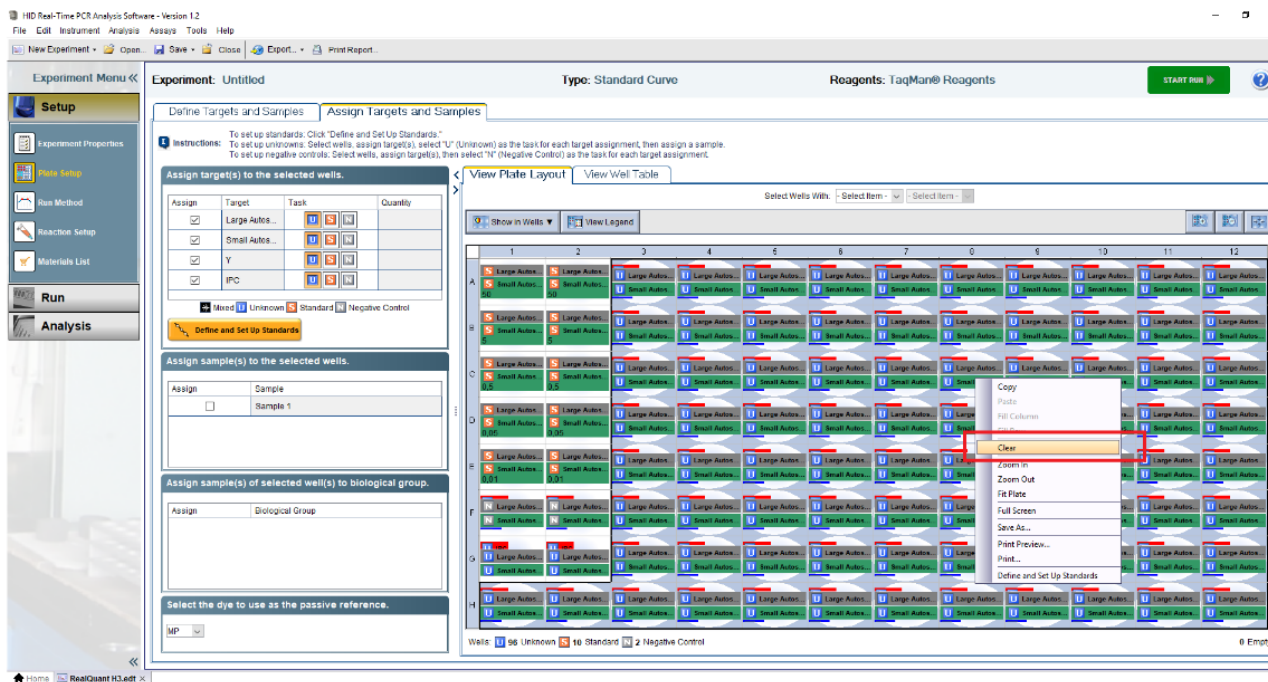

Рисунок 36
8. Очистить лунки без исследуемых образцов, выделив их и, нажав правую кнопку мыши, выбрать «Clear» (рисунок 36).